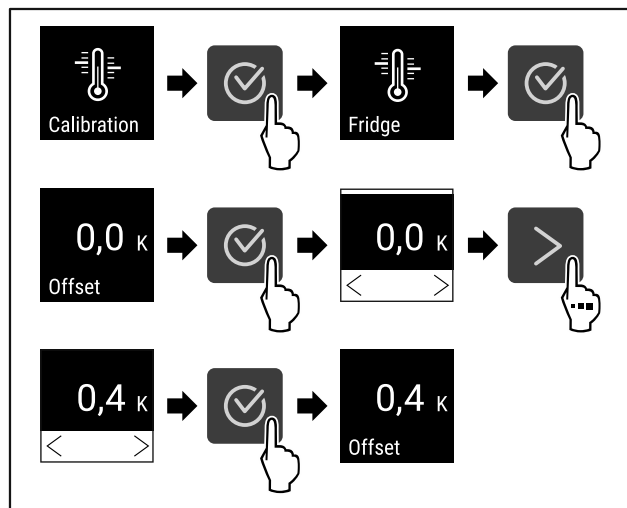

Fig. 111
- ▷ Hajtsa végre a művelet lépéseit (lásd Fig. 111).